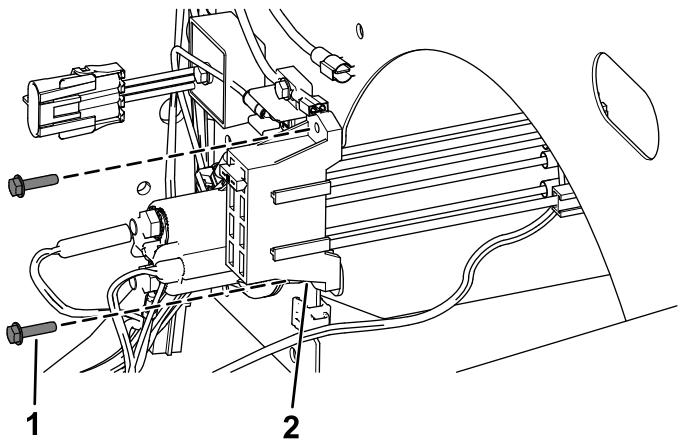

Figure 21
- **Modèles n° de série 403448001 et suivants**, fixez le nouveau porte-fusibles à l'aide des 2 vis autotaraudeuses, comme montré à la Figure 21.